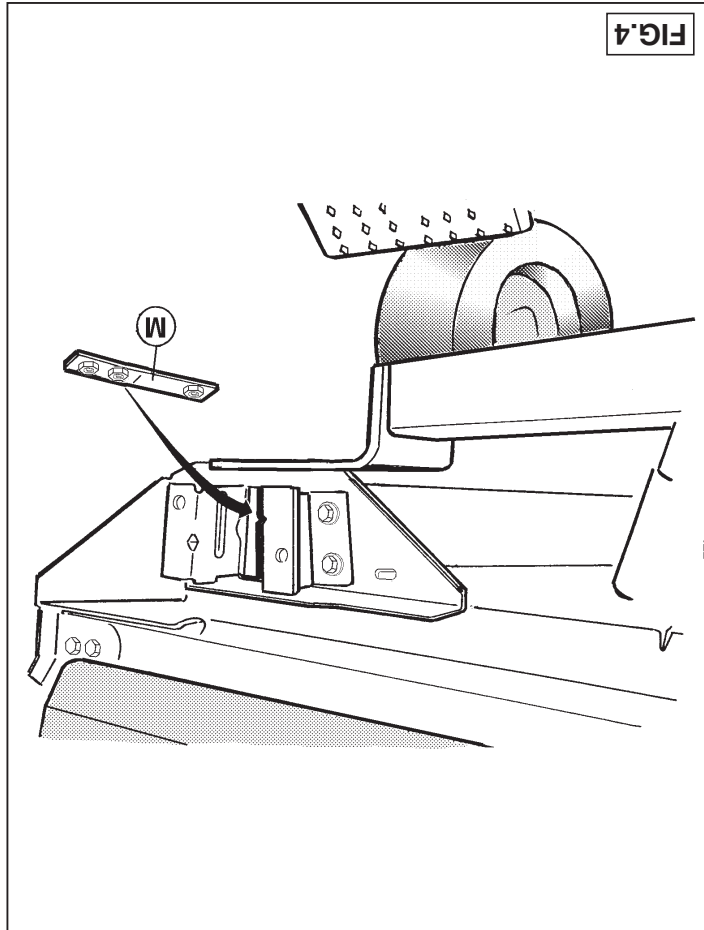

FIG.4
2. Plaats de hulpstukken C aan de achterzijde van het achterpaneel t.p.v. het linker en rechter chassis. Bevestig acht bouten M10x30 inclusief sluitringen $\varnothing 25 \times 10.5 \times 4$ veerringen en moeren overeenkomstig schets. Schuif de contra's L en M in respectievelijk het linker en rechter chassis. Contra M is aangegeven in fig.4. Plaats de trekhaak en bevestig deze t.p.v. de punten B d.m.v. twee bouten M12x50 inclusief sluit-en veerringen.
2. Position parts C at the back of the rear panel at left and right of the chassis. Fit eight M10 x 30 bolts with 25 mm. dia. x 10.5 x 4 washers, spring washers and nuts, as shown in the sketch. Slide backplates L and M into the chassis at left and right, respectively. Backplate M is shown in Figure 4. Position the towbar and fix at points B with two M12 x 50 bolts with plain and spring washers.
2. Die Zubehörteile C an der Rückseite der Rückverschalung beim linken und rechten Fahrgestell anbringen. Acht M10x30-Schrauben einschließlich Unterlegscheiben, Ø25x10.5x4-Federringe und Muttern gemäß Skizze befestigen. Die Gegenplatten L und M in das linke bzw. rechte Fahrgestell schieben. Gegenplatte M ist in Abb. 4 angegeben. Die Anhängervorrichtung anlegen und bei den Punkten B mit zwei M12x50-Schrauben einschließlich Unterlegscheiben und Federringe befestigen.
- Positionner les pièces auxiliaires C à l'arrière du panneau arrière à l'emplacement des châssis droit et gauche. Fixer huit boulons M10x30, y compris les rondelles de blocage Ø25x10.5x4, les rondelles grower et les écrous conformément au croquis. Glisser les contre-plaques L et M respectivement dans les châssis droit et gauche. La contre-plaque M est indiquée à la fig. 4. Positionner l'attache-remorque et la fixer à l'emplacement des points B à l'aide de deux boulons M12x50, y compris les rondelles grower et de blocage.